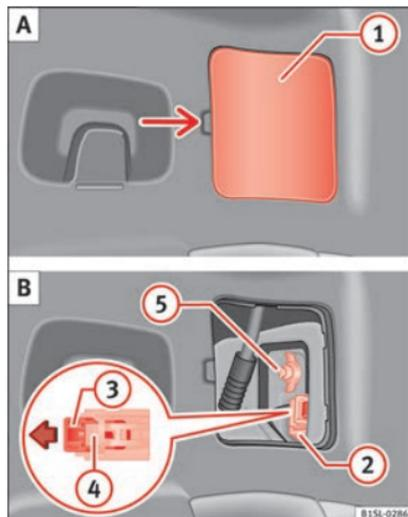

Fig. 88 Na lateral da bagageira: A: desmonte a cobertura, B: desmontagem dos grupos óticos traseiros.
2. Retire a cobertura ① com cuidado, pressionando em forma de alavanca em » Fig. 88 A.
3. Puxe o bloqueio ③ no conector ② na direção da seta » Fig. 88 B. Utilize para tal a chave de fendas das ferramentas de bordo.
4. Pressione o encaixe ④ e extraia o conector ② » Fig. 88 B.
5. Desenroskar a porca de borboleta ⑤ » Fig. 88 B.
12. Aguarde com uma mão a luz traseira na posição de montagem e enrosque até ao fim a porca de borboleta com a outra mão ⑤ » Fig. 88 B.
14. Introduza o conector ② no porta-lâmpadas e pressione o bloqueio ③ no conector na direção contrária à da seta » Fig. 88 B.